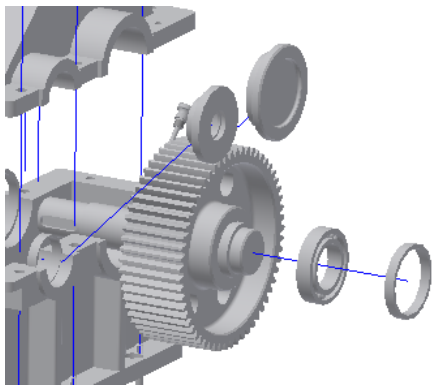

图 12-84 移动端盖零件
③单击轴承零件以选择轴承零件作为要调整位置的零部件。
④可以选择一个点作为进行移动所得到的轨迹的起点，如果不选择则默认所创建的坐标系的起点为轨迹的起点。
⑤选中【显示轨迹】选项则在表达视图中显示零部件移动的轨迹。
⑥设定平移的距离或者旋转的角度，这里我们设置端盖零件平移的距离，首先选择 Z 轴方向作为零件移动的方向，在下面的文本框中设置移动距离为 100，单击右侧的【应用】按钮，则端盖零件沿着 Z 轴的正方向移动了 100mm，如图 12-84 所示。
⑦按照相同的方法对其他零件进行位置调整即可。